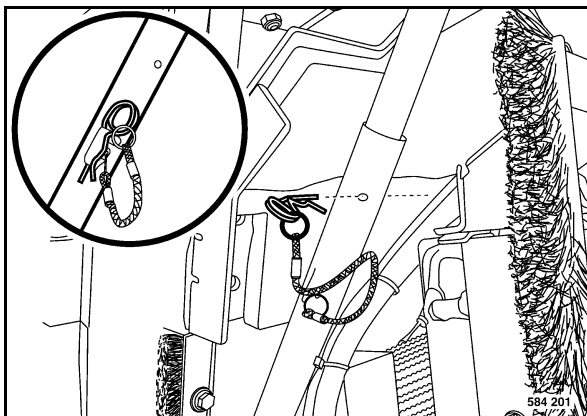

Fig. 84
- Sacar el pasador elástico (Fig. 84) de la fijación.